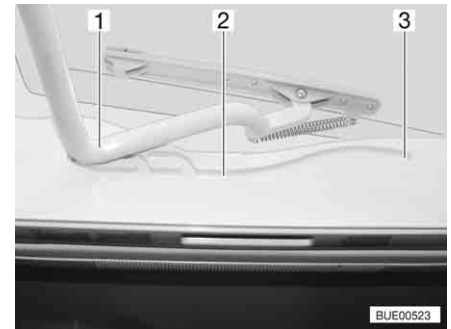

Fig. 87 Lanterneau Heki, glissière
- Tirer l'étrier (Fig. 87,1) dans les glissières (Fig. 87,2) jusqu'à la position la plus reculée (Fig. 87,3).
- Pousser l'étrier (Fig. 87,1) légèrement vers le haut avec les deux mains.
- Tirer l'étrier dans les glissières (Fig. 87,2) jusqu'à la position souhaitée.